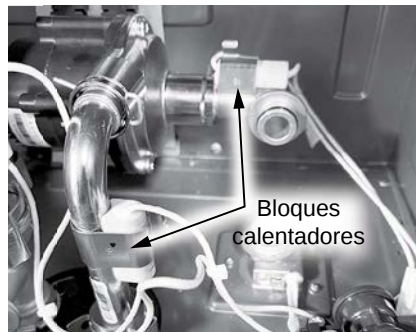

Figura 182 - Ubicaciones del bloque calentador.
- 21** Ubique los dos bloques calentadores conectados al codo de entrada de la bomba y al tubo de salida de la bomba, como se muestra en la Figura 182. Retire los soportes (tamaño 16) que fijan los bloques calentadores a las conexiones de la tubería. Deje los soportes a un lado en un lugar seguro para volver a instalarlos. Tienda los bloques calentadores y el cableado en el interior del gabinete del calentador de agua para facilitar el acceso a la bomba de agua.
33 Ubique los dos (2) bloques calentadores y los soportes (tamaño 16) que se retiraron anteriormente en el **Paso 21**. Fije los bloques calentadores al codo de entrada de la bomba y al tubo de salida de la bomba, como se muestra en la Figura 182.